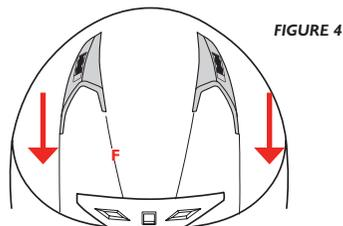

FIGURE 4
### PRISE D'AIR FRONTALE SUPERIEURE — F — Figure 4/5
- Figure 4 : Déplacer les curseurs vers l'extrémité antérieure ; de cette façon, les prises d'air seront complètement fermées.